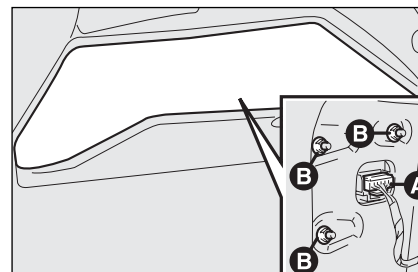

fig. 30
- ☐ desde el interior del maletero, desenchufe el conector **A**-fig. 30, afloje las 3 tuercas **B** utilizando la extensión (donde esté prevista) que se emplea también para apretar los tornillos de la ruedas (en dotación con la caja de herramientas) y saque el grupo óptico.